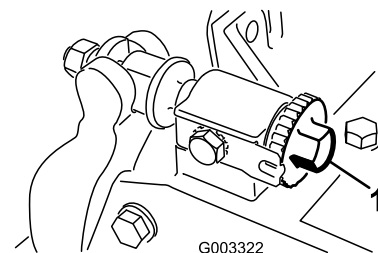

Figura 10
2. Gire los tornillos de ajuste de la barra de asiento en sentido antihorario para asegurarse de que la barra no está en contacto con el molinete (Figura 10).